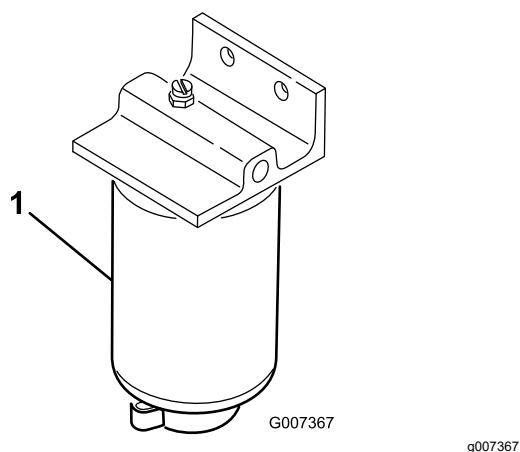

Figura 35
3. Abra o tampão de drenagem no filtro de combustível aproximadamente uma volta e drene qualquer água acumulada (Figura 35).